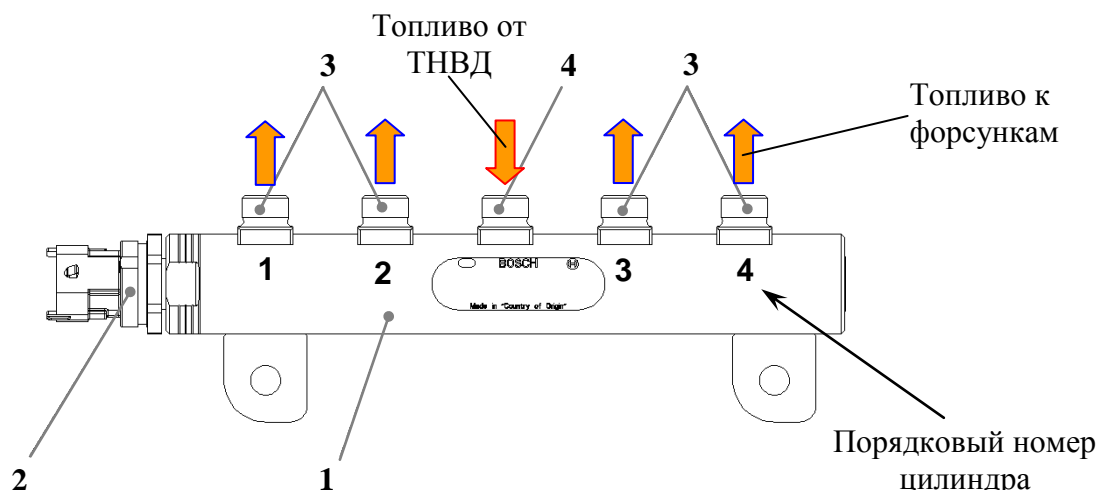

Рис. 58. Аккумулятор высокого давления (Rail):
**Аккумулятор высокого давления (Rail) 1** (рис. 58), с датчиком давления топлива 2, служит для аккумуляции топлива и распределения его по форсункам.
Аккумулятор 1 высокого давления представляет собою трубу, изготовленную из кованой стали (рис. 58) на которой расположены штуцеры (3 и 4) подвода топлива от ТНВД и отвода топлива к форсункам, а также установлен датчик 2 давления топлива.